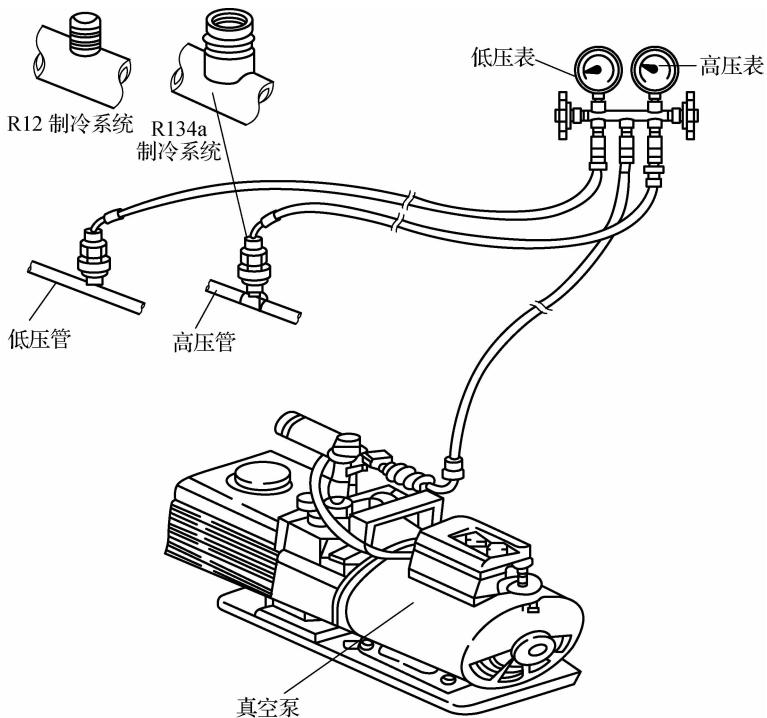

图 1-13 歧管压力表的连接
- (1)关闭歧管压力表的高、低压手动阀门。
- (2)将歧管压力表的检测软管接到制冷系统的检修阀上,高压侧软管接头与高压侧检修阀相连,低压侧软管接头与低压侧检修阀相连。
- (3)连接时,要保证连接牢固,接头能顶开检修阀的气门。
- (4)中间黄色检测软管按需要连接真空泵、制冷剂罐或密封、放空,如图 1-13 所示。